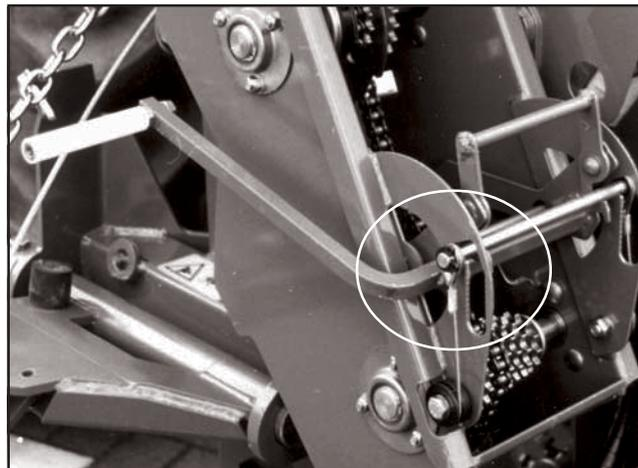

Рис. 8.6
- Извлечь из держателей (8.5/1) поворотную рукоятку (8.5/2), вставить ее в четырехгранную трубу (8.5/3) и ослабить цепь (8.5/4) - вращением поворотной рукоятки против часовой стрелки добиться фиксации соединительного вала (8.5/5) с соответствующим тросом (8.5/6), рис. 8.6.